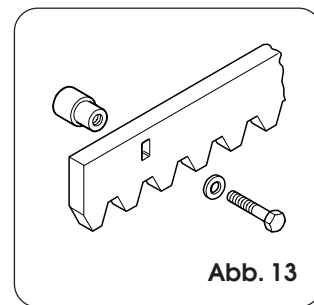

Abb. 13
4.8.1. Zu verschweißende Zahnstange aus Stahl (Abb. 13)